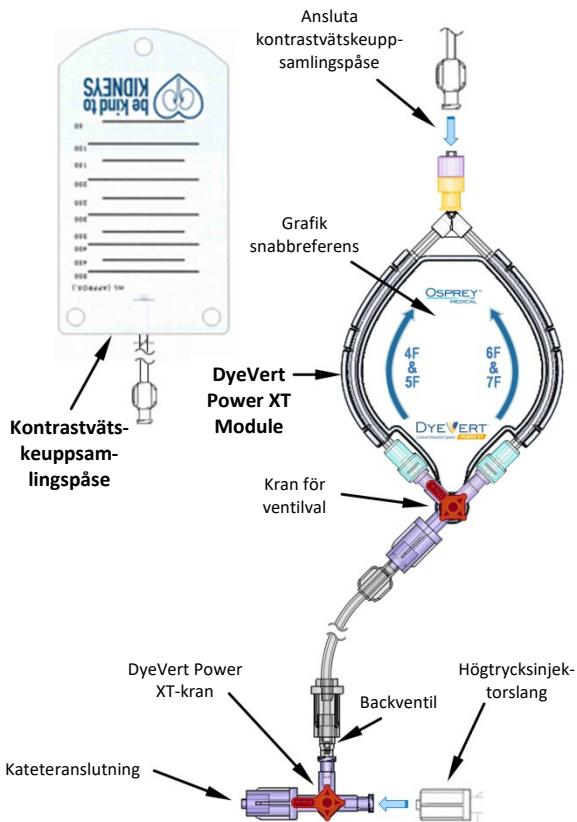
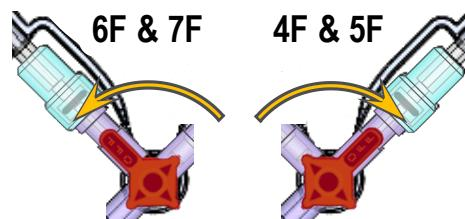

Bild 1 – Montering av enhet och komponenter
Bild 4 – DyeVert-kran för ventilval
- Fäst DyeVert Power XT-kranens honluerkoppling till hanluerkopplingen i slutet av slangen till högtrycksinjektor. (Se bild 1)
- 4) Kontrollera att DyeVert Power XT-kranen är riktad så att OFF (AV) pekar mot kateteranslutningen och ON (PÅ) mot *kranen för ventilval*. (Se bild 1)
- 8) Fäst kontrastvätskeuppsamlingspåsen vid luerkopplingen i den distala änden av DyeVert Power XT. (Se bild 1)
- a. Baserat på vilken kateterstorlek som ska användas vid ingreppet och enligt vätskeflödet som visas i bild 1 vrids *kranen för ventilval* till motsvarande läge "4F och 5F" eller "6F och 7F". (Se bild 4)